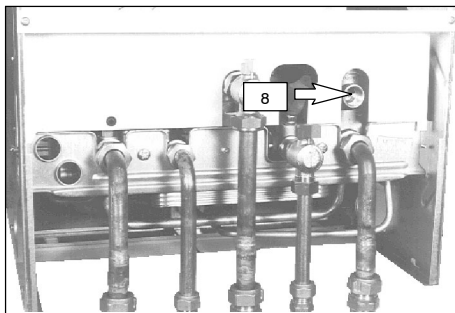

fig. 3.4
- 6 Collegare lo scarico della valvola di sicurezza (8 in fig. 3.4) ad un imbuto di scarico.